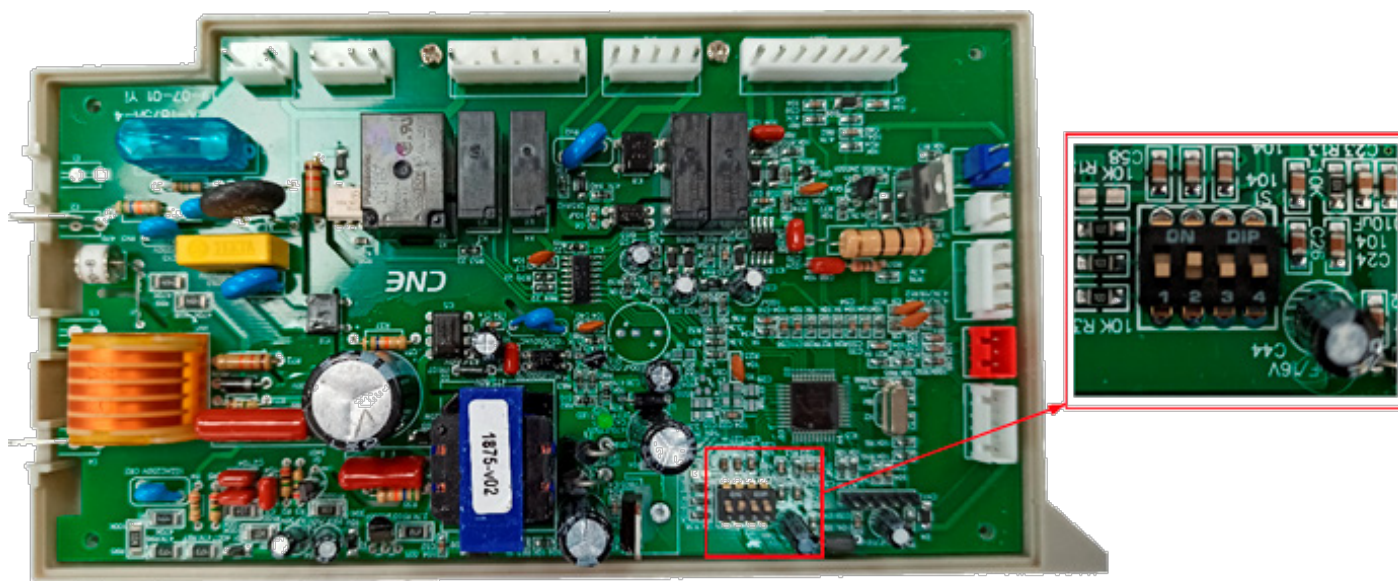

Рис. 7 Плата электронная и колодка переключателей
- 10) изменить на колодке S1 платы электронной значение переключателя 4 (см. рис.7 и п. 13.5, стр. 29):